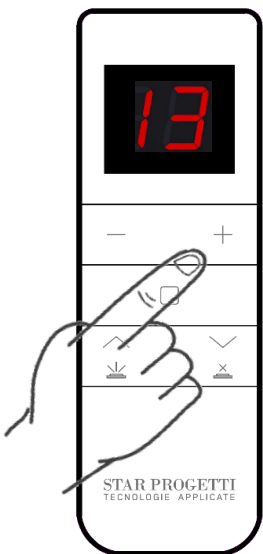

Fig.3
- tramite i pulsanti “+” e “-” selezionare il canale 13 Fig.3 e subito dopo premere il pulsante come da Fig. 4